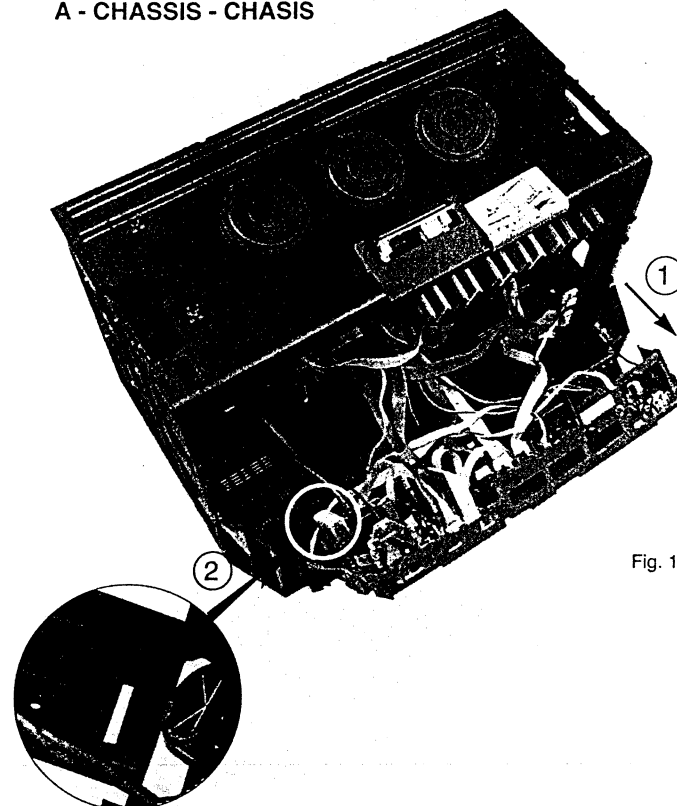

Fig. 1
- 1- Raise lightly the chassis, pull it (1) up to an intermediate position to get free.
- 2- Tip the chassis and insert the small tongue (2) in extremity of the maintain rail to fix the chassis in service position (Fig.1).
- 1- Soulever légèrement le chassis et le tirer (1) jusqu'à une position intermédiaire pour le dégager.
- 2- Basculer le chassis et engager les languettes (2) en extrémité des réglettes de maintien pour fixer le chassis en position de service (Fig.1).